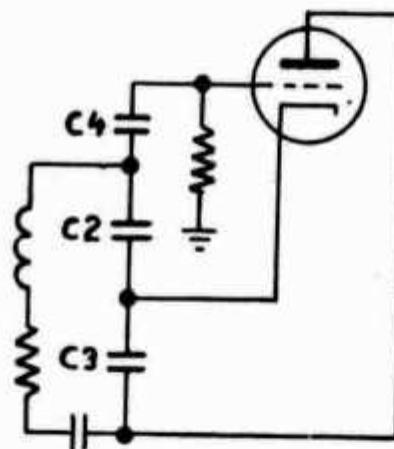

Fig. 2
Il y a encore un point à considérer, c'est l'effet du petit condensateur qui est généralement utilisé entre grille et circuit oscillant, 100 pF. par exemple. Il donne naissance à un diviseur de tension (voir fig. 2), qui diminue la tension du circuit oscillant appliquée sur la grille. En refaisant les calculs, on trouve que l'équation (2) reste identique, mais que (1) devient :